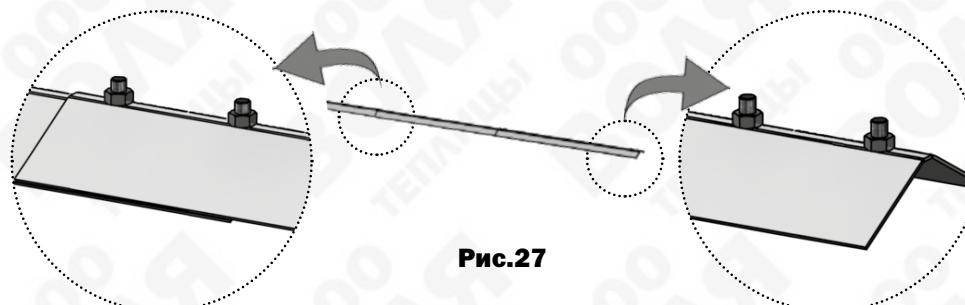

Рис.27
10. Детали конькового профилястыкуются в длину с установкой резьбового конца винтов наружу (**рис. 27**).